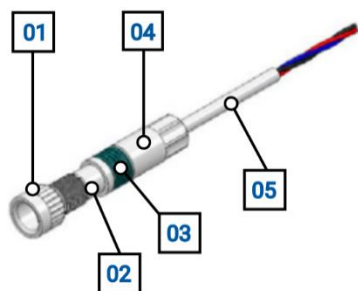

Figura 06 – Dettaglio sensore DA 30
4. Prendere il sensore e svitare la testa (No.1 Figura 06) dal corpo (No. 3 Figura 06);
6. Avvitare il corpo del sensore sulla sua testa, facendo girare il corpo valvola se necessario, e tenendo la ghiera di blocco del corpo (No. 2 Figura 06) sollevata (ovvero tirando verso il corpo del sensore e comprimendo la molla, No. 3 Figura 06), così da fare ruotare il sensore **SENZA** la sua testa;